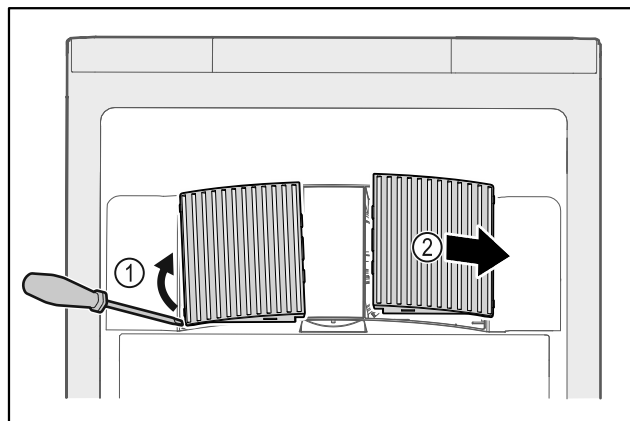

Fig. 34
- ▶ Pokrov ventilatorja previdno dvignite s strani Fig. 34 (1) in ga odstranite v smeri naprej Fig. 34 (2).